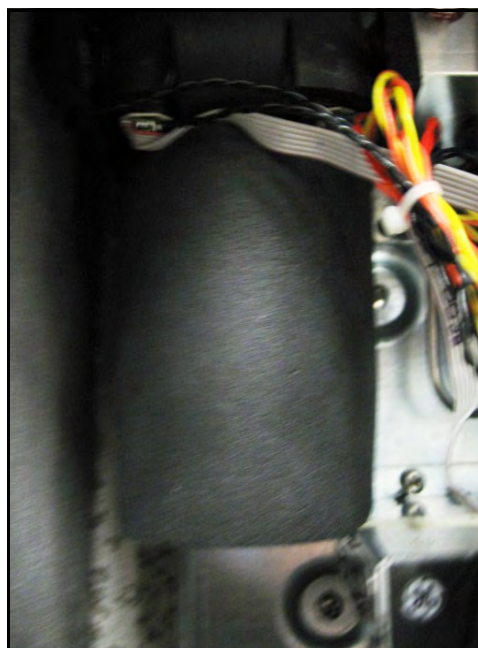

Abbildung 91: Abgeschlossene Installation
15. Die Permeationsrohrkammer sollte so ähnlich wie in Abbildung 91 aussehen, nachdem die Isolierung wieder angebracht wurde.